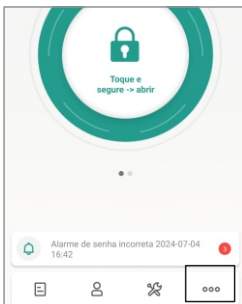

Figura 17
2. Esteja próximo da fechadura e com seu smartphone conectado ao bluetooth da mesma. Na tela inicial do aplicativo, localize e clique na opção **"Configurações"** no canto inferior direito (figura 17).
2. Esteja próximo a fechadura e com seu smartphone conectado ao bluetooth. Na tela inicial do aplicativo da fechadura, localize e clique na opção **"Configurações"** no canto inferior direito (figura 17).